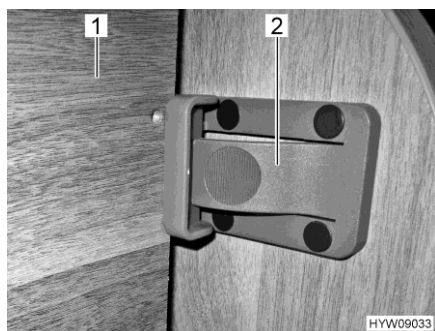

Bild 62 Säkring fram
- Lyft sängen (Bild 62,1).
- Säkra sängen med låset (Bild 62,2) i möbelväggen.
- Tryck på låset (Bild 62,2).